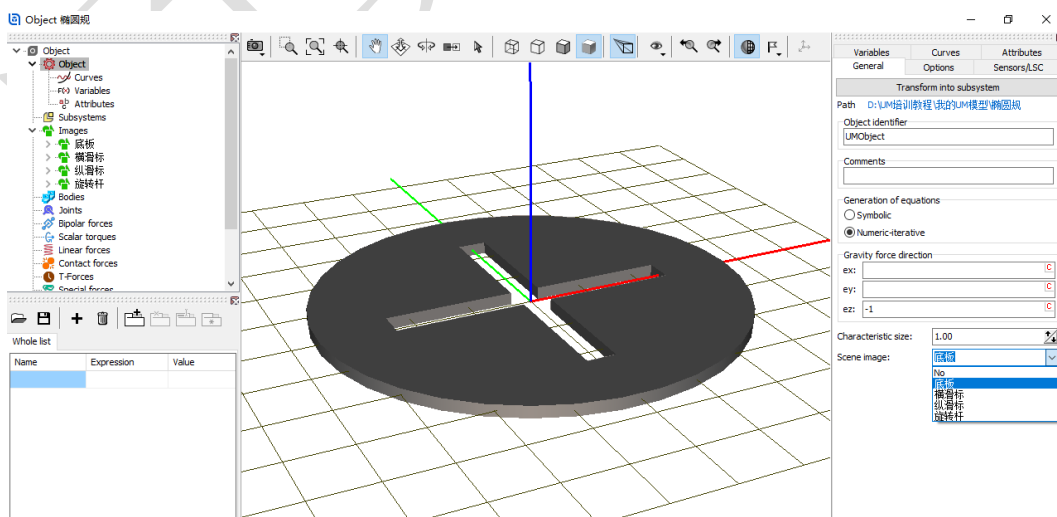

图 2-73
- 5) 由于**底板**没有自由度，所以不必要为其创建刚体，可直接将其赋给 **Base0**。如图 2-73，先在左侧模型树选中 **Object**，然后在右侧交互界面 **General** 页面下方 **Scene image** 处的下拉菜单中选择几何**底板**。